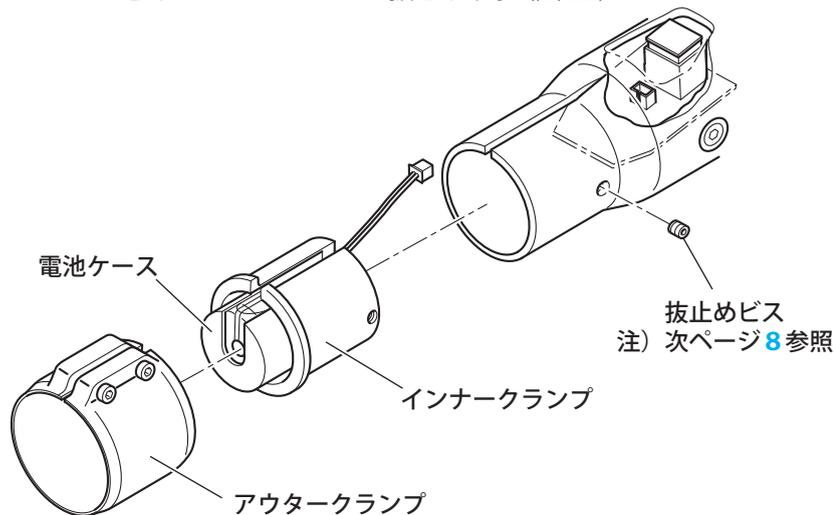

図 22 クランプ取外し
- 3 アウタークランプをフレームより外した後、抜止めビスを外し電池ケースごとインナークランプを抜きます。(図 22)
※このとき、電池コネクタは図 22 のように基板の表側にくるようにしてください。